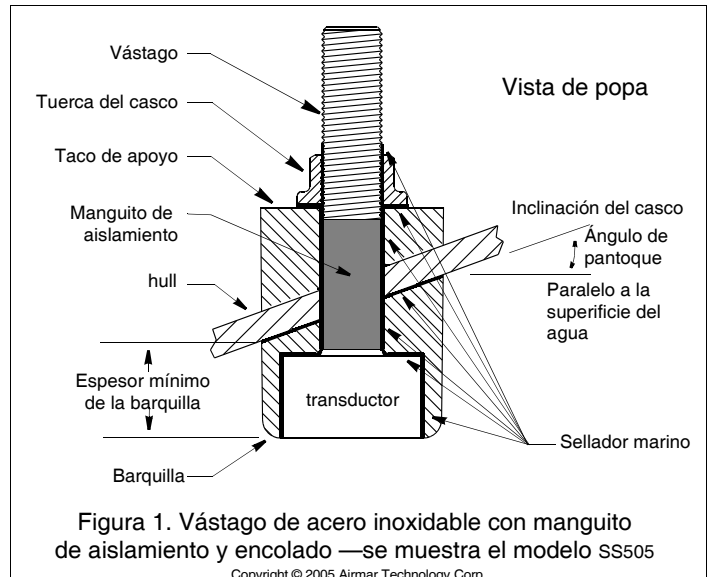

Figura 1. Vástago de acero inoxidable con manguito de aislamiento y encolado —se muestra el modelo SS505
1. Perfore un orificio de guía de 3 mm o 1/8" perpendicular a la línea de flotación desde el interior del casco (figura 1). Si hay un refuerzo, arbotante u otra irregularidad del casco junto a la ubicación escogida, efectúe el taladro desde el exterior.
1. Mida el ángulo de pantoque del casco en la ubicación seleccionada para el montaje, con un transportador de ángulos (figura 1). *Verifique que el ángulo no sobrepase el máximo admisible (véase el cuadro de especificaciones 1).*
4. Ajuste el tope de modo que la barquilla se corte en dos partes aproximadamente iguales. La barquilla debe tener un mínimo de espesor en su parte más fina (véase la figura 1 y el cuadro de especificaciones 1).
Transductor de acero inoxidable/vástago en casco de metal—coloque el manguito de aislamiento sobre el vástago encolado del transductor lo más abajo posible (figura 1). Aplique una capa de 2 mm (1/16") de espesor de sellador marino al exterior del manguito.
Transductor de acero inoxidable/vástago en casco de metal—verifique que el manguito de aislamiento esté colocado entre el vástago del transductor y el casco (figura 1). No